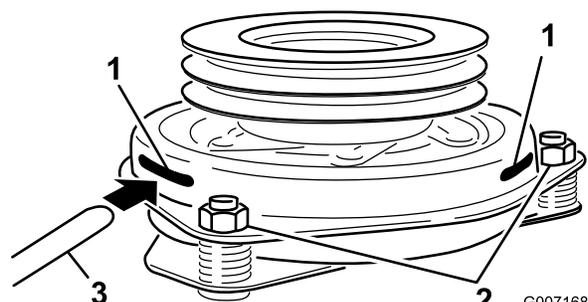

Figura 63
8. Insira um calibrador de 0,381–0,533 mm através de uma ranhura de inspeção na parte lateral do conjunto. Certifique-se de que se encontra entre as superfícies de atrito da armadura e do rotor (Figura 63).
9. Aperte as porcas de freio até que o calibrador prenda ligeiramente, mas possa ser deslocado facilmente na folga (Figura 63).